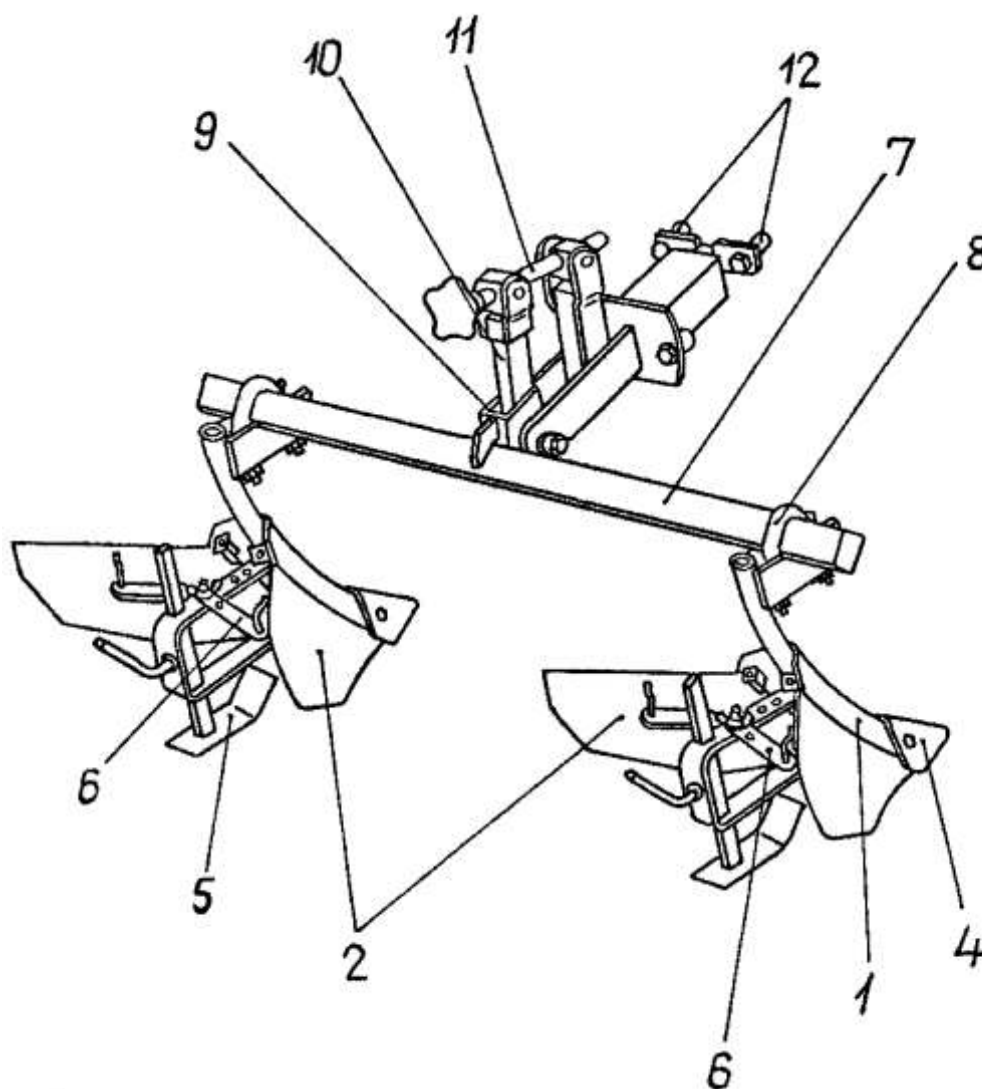

Рисунок 1 – Окучник ОУ-00 000-01 в сборе со сцепкой универсальной
5.1 Для подготовки к работе окучника (рисунок 1) отпустите гайки хомутов 8, установите балку 7 трубой 9 вертикально по ходу движения и, расположив корпуса окучника на ширину междурядий, затяните гайки хомутов.
При первичной обработке междурядий пропашных культур отвалы 2 окучника (рисунок 1) максимально сузьте или снимите с корпусов, используя окучник как культиватор.